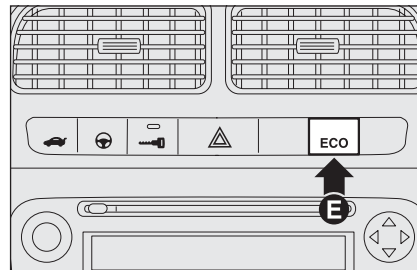

fig. 4
- de tweede methode is volledig automatisch (**AUTO**), waarbij het systeem beslist over het overschakelen. Bij deze methode kan de **ECO**-functie (Economy) worden gekozen om het verbruik te beperken. Druk voor het inschakelen van deze functie op knop **E**-fig. 4. Deze knop bevindt zich tussen de bedieningsknoppen op het dashboard. De versnellingen en de werking (**MANUAL** of **AUTO**) kunnen bij iedere snelheid worden gekozen met de versnellingspook.
De **ECO**-functie kan worden ingeschakeld door op knop **E-fig. 4** te drukken. Deze knop bevindt zich tussen de bedieningsknoppen op het dashboard. Als deze functie is ingeschakeld, verschijnen op het instelbare multifunctionele display de ingeschakelde versnelling, het opschrift **AUTO** en de letter **E** (zie volgende paragraaf).